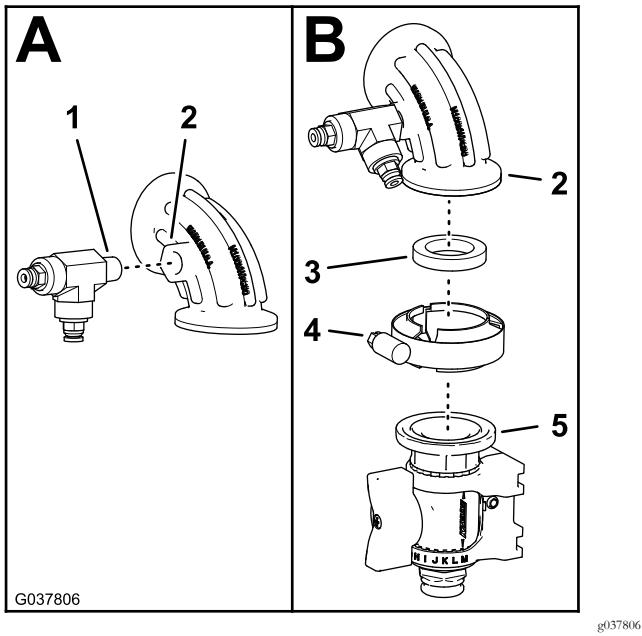

图88
5. 将在断开压力传感管和供水软管——可选喷枪套件或电动软管卷套件(页码8)的步骤4中卸下的形接头插入带压力端口的90°弯头图88。
6. 使用垫片25 x 35mm和法兰夹具4064mm将90°弯头安装到法兰切断阀图88。